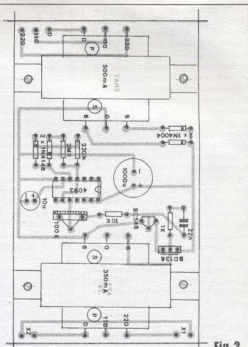

Fig. 3
- FIG. 3 - CHAPEADO DA MONTAGEM - Praticamente todos os componentes, já posicionados sobre a face não metalizada do impresso, cada um deles identificado pela sua estilização ou símbolo esquemático, além dos valores, códigos, polaridades e demais informações visualmente importantes... O TABELÃO APE (também encarte permanente da Revista, que vocês encontram em outra página da presente...) pode auxiliar aos novatos, nas identificações essenciais, se persistirem dúvidas... Observar a orientação dos componentes polarizados: integrado com a extremidade marcada voltada para o capacitorção de 1000u, transistor BC548 com seu lado chato